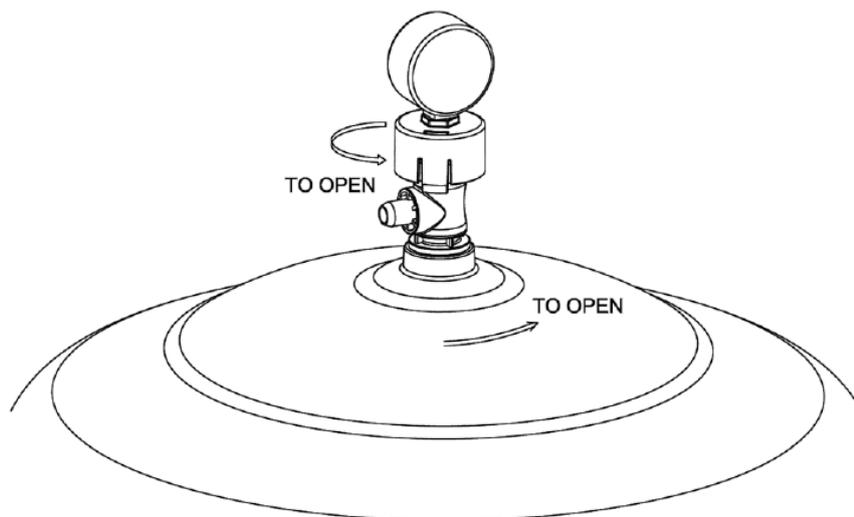

Figure 11
4. La vanne manuelle de décharge d'air doit être placée en position OUVERTE. (Voir Fig 11)